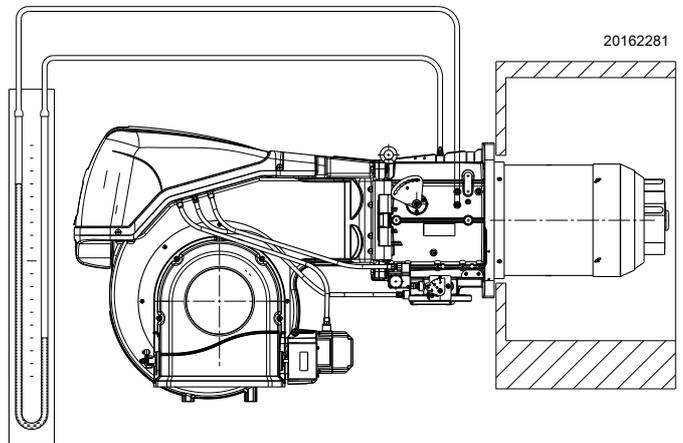

Abb. 27
- Montieren Sie ein U-Rohr-Manometer oder einen Differenzdruckmesser (Abb. 27), mit Entnahmestelle (+) am Gasdruck der Muffe und (-) in der Brennkammer. Damit soll annäherungsweise die Höchstleistung des Brenners mithilfe der Tab. K ermittelt werden.